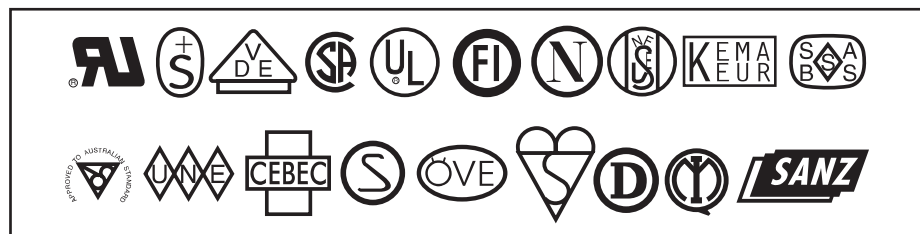
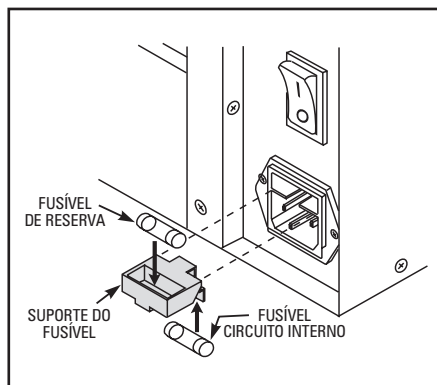

Figura 2
Figura 4
4. Na ficha do cabo de alimentação e na conexão 320 IEC deve constar a marca de certificação de pelo menos uma organização internacional de segurança, conforme apresentado na Figura 2.
A impressora Série X7III utiliza um fusível estilo métrico (5 x 20 mm IEC) com potência nominal F5A/250V. O Módulo de Entrada de Corrente Alternada inclui dois fusíveis aprovados e instalados no Suporte de Fusível: o primeiro é utilizado no “Circuito Interno” e o segundo serve de “reserva” (veja a Figura 4). As tapas extremas do fusível devem constar uma marca de certificação que representa uma organização internacional de segurança (veja a Figura 2). Para substituir um fusível queimado, use o seguinte procedimento.
2. Retire o fusível queimado e instale um novo fusível na posição “Circuito Interno”, conforme apresentado na Figura 4. Se usar o fusível de reserva, não se esqueça de encomendar um novo fusível. Os fusíveis podem ser encomendados do seu distribuidor Zebra.